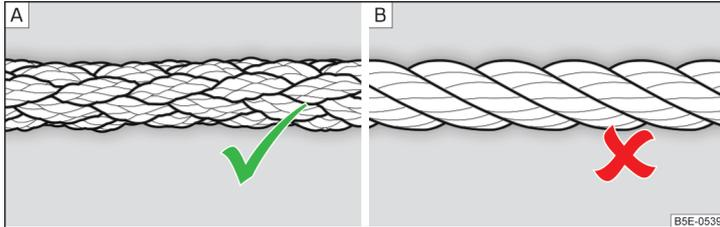

Abb. 226 Geflochtenes Abschleppseil / Gewundenes Abschleppseil
Zum Abschleppen ist ein geflochtenes Abschleppseil zu verwenden » Abb. 226 - A.
- Zum Abschleppen ist kein gewundenes Abschleppseil zu verwenden » Abb. 226 - B, die Abschleppöse könnte sich am Fahrzeug herausdrehen - es besteht Unfallgefahr.